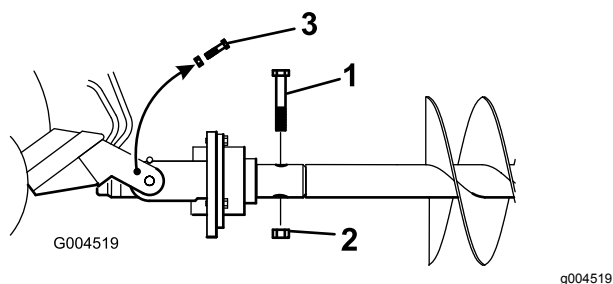

Figura 8
- Fissate la trivella alla testata motrice con un bullone (7/8" x 4 1/2") e un dado (7/8"), come mostrato nella Figura 8.